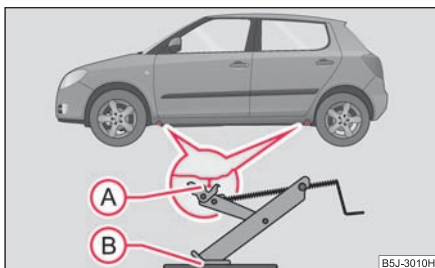

Fig. 198 Înlocuirea roții:
- Pentru ridicarea autovehiculului căutați punctul de fixare a cricului cel mai apropiat de roata defectă - în prag → fig. 198.
- Așezați cricul astfel încât gheara acestuia să cuprindă elementul vertical din prag (A), și suprafața de sprijin a cricului (B) să se afle complet pe sol.